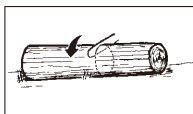

Fig. 13A
1. Stamme stttet langs hele lengden: Sag fra toppen, mens du er forsiktig så du ikke sager inn i bakken (Fig. 13A).